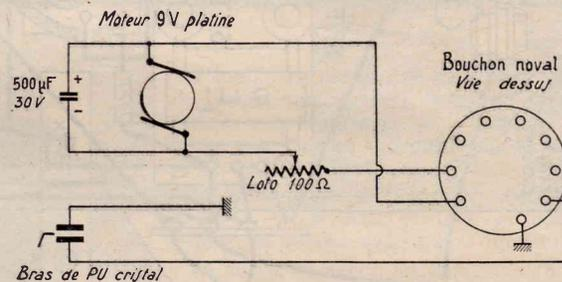

FIG. 3. — Liaisons entre la platine tourne-disques et le récepteur par bouchon noval.
**Liaisons à la platine du tourne-disques.** — La figure 3 représente le câblage du bouchon noval de liaison à la platine, vu du côté de ses broches.